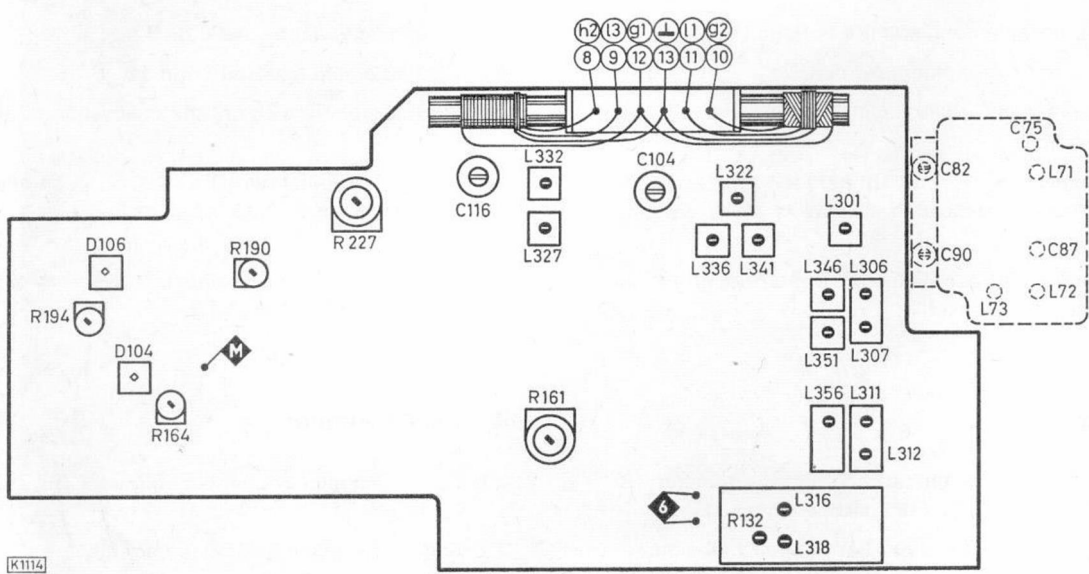

Fig. 1
- 4.1 Beim FM-Abgleich ein hochohmiges Voltmeter ($R_i \geq 50 \text{ k}\Omega/\text{V}$) parallel zu C 143 anschließen, <6> Fig. 1.
- 4.1 For FM alignment connect voltmeter ($R_i \geq 50 \text{ k}\Omega/\text{V}$) in parallel to C 143 <6> Fig. 1.
- 1) Ein AM-Signal, 400 Hz, 30 % moduliert, soll eine Ratio-spannung von 1,0 V erzeugen. Dann mit R 132 ein Spannungsminimum am Outputmeter einstellen, Fig. 1.
- 1) An AM signal, 400 Hz, 30 % modulated, must produce a ratio voltage of 1.0 V. Adjust a voltage minimum at the outputmeter by means of R 132, see fig. 1.